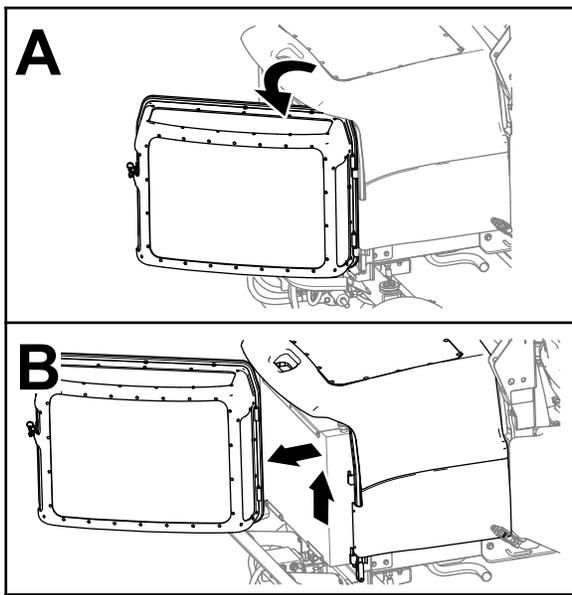

Figura 65
3. Sbloccate la griglia del motore, apritela e sollevatela dalla macchina (Figura 65).